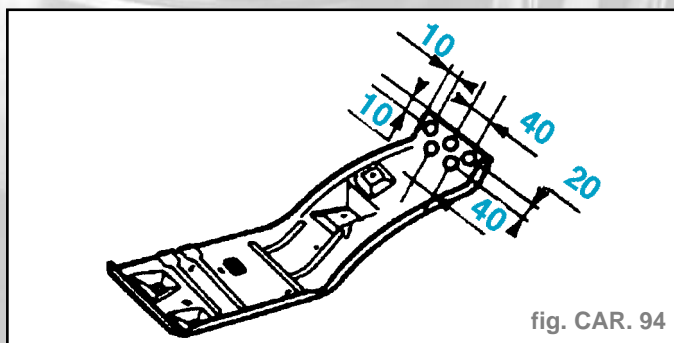

fig. CAR. 94
- Tracer puis percer à diamètre **6,5 mm** pour soudage ultérieur par points bouchons (fig. CAR. 94).